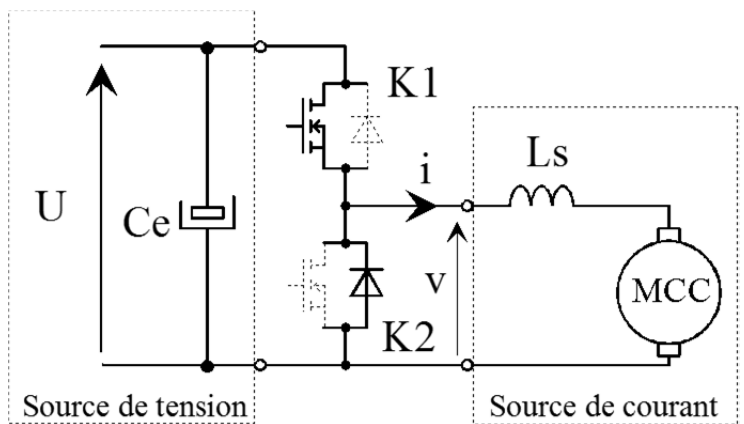

Fig. 6.2 Fonctionnement en hacheur de type BUCK (dessins\hacheur6.drw).
- Simplifier le schéma de la figure 6.2, en tenant compte des hypothèses ci-dessus.